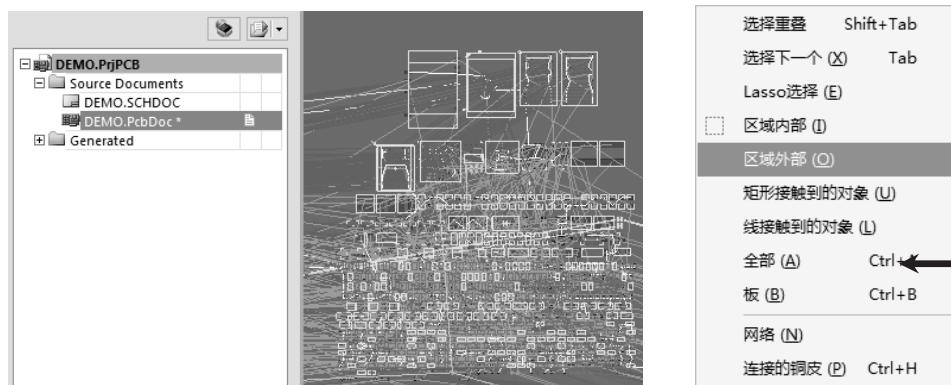

图 16-34 可视范围外元件或走线的挪动
31. 问：如图 16-34 中左图所示，经常遇到元件在可视范围外的情况，请问怎么把可视范围外的元件或走线挪动到可视范围内？
（2）按快捷键“S”，执行“区域外部”命令（如图 16-34 中右图所示），在按住“Shift”键的同时框选可视范围内的元件，这样可以选中可视范围外的元件或走线，利用快捷键“MS”，把选中的元件或走线移动到可视范围内，或者利用前文“模块化布局”中讲过的命令“在矩形区域排列”进行操作。